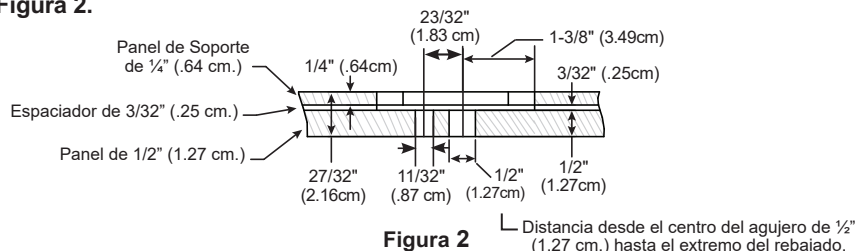

Figura 2
- Usando una rebajadora, guía en línea recta, y una broca de rebajadora de 1" (2.54 cm.), rebaje el panel de soporte de 1/4" (.64 cm.) y el espaciador de 3/32" (.25 cm.) para crear dos agujeros de despeje para el montaje de la manija definido en los pasos 1 a 7.6. Vea la **Figura 2 y la Figura 3**.
- Usando pegamento para madera, adhiera un panel de soporte de 1/4" (.64 cm.) y un espaciador de 3/32" (.25 cm.) sobre la parte trasera del panel exterior a medida. Los agujeros deberán despejar los agujeros de montaje de la manija. La sección de cruce se deberá ver como en la **Figura 2**.